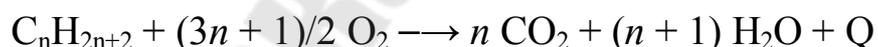

Рис. 1. Классификация углеводородов
**Углеводороды** – это органические соединения, в состав которых входят только два элемента: углерод и водород. Например:  $\text{CH}_4$ ,  $\text{C}_2\text{H}_6$ ,  $\text{C}_6\text{H}_6$ ,  $\text{C}_8\text{H}_{10}$  и т.д., в общем виде –  $\text{C}_x\text{H}_y$ . Углеводороды имеют важное научное и практическое значение. Во-первых, представления о строении и свойствах этих веществ служат основой для изучения органических соединений других классов, так как молекулы любых органических веществ содержат углеводородные фрагменты. Это фундамент органической химии, которая определяется как наука, изучающая углеводороды и их производные. Во-вторых, знание свойств углеводородов позволяет понять их исключительную ценность как исходного сырья в производстве самых разнообразных веществ и материалов: пластмасс, каучуков, волокон, пленок, лаков, клеев, моющих средств, лекарственных препаратов, красителей, средств защиты растений, строительных и горюче-смазочных материалов и т.д. Природными источниками углеводородов являются нефть, каменный и бурый угли, природный и попутный (нефтяной) газы, сланцы и торф (рис. 1).